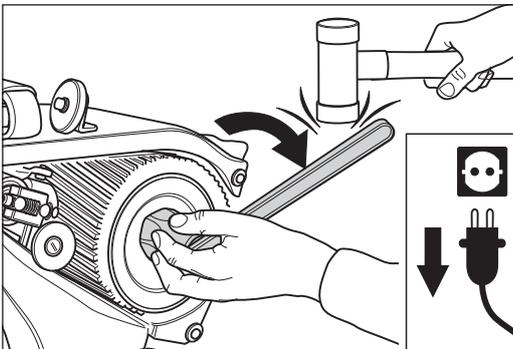

Abb. 88 Die Walzenmutter **im Uhrzeigersinn lösen (Linksgewinde)**, gegebenenfalls mit einem gedämpften Schlag. **Niemals einen Stahlhammer benutzen!**
- 7 Stecken Sie den Walzenschlüssel (siehe Werkzeugtasche) auf die Mutter an der Schleifwalze. Drehen Sie die Mutter **im Uhrzeigersinn (Linksgewinde)** von der Schleifwelle (Abb. 88)!